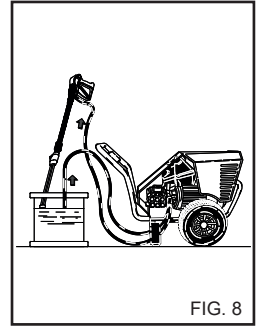

FIG. 8
Na het gebruik met een wasmiddel dient het aanzuigcircuit van het wasmiddel met schoon water gespoeld te worden (Fig. 8).
1) Na het gebruik met schoonmaakproduct, het watercircuit spoelen: de pomp 1 minuut laten draaien met de doseerkraan volledig dichtgedraaid. (Fig. 8).
- 4) Spoel na gebruik met reinigingsmiddel, het aanzuigcircuit; steek de aanzuigslang (fig. 8) van reinigingsmiddel in een reservoir met schoon water en laat de pomp 1 minuut werken, en met de lans in afgiftestand van reinigingsmiddel.